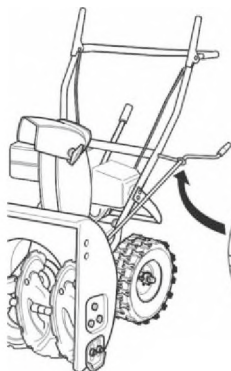

Рис. 4
## 6.3. Установка рукоятки поворота желоба (рис. 4, 5)
1. Установите анкерный болт в отверстие на рукоятке управления (Рис. 4).